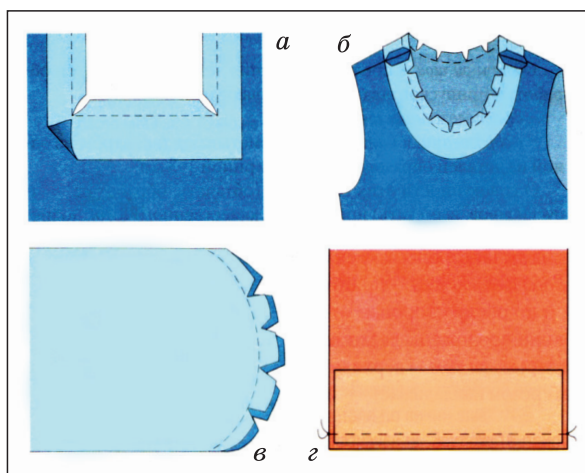

Рис. 10. Рассечение припусков шва:
2. Рассечь близко к строчке припуск шва на внутренних углах (рис. 10, а).
3. Рассечь несколько раз с одинаковыми интервалами близко к строчке припуск шва по вогнутому внутреннему контуру (рис. 10, б).
4. Выполнить ножницами наметки треугольной формы по внешнему контуру (рис. 10, в).
Для притачивания необходима точная, ровная строчка строго по намеченной линии шва. В начале и в конце строчки выполнить машинные закрепки (3–4 стежка в обратном направлении) или завязать узелки (рис. 10, г).